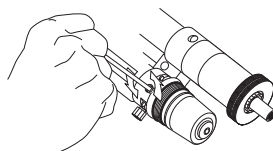

Figura 12
2) aflojar el tapón del respiradero del aire (L) con una llave Allen (3 mm), como se indica en la figura 12;